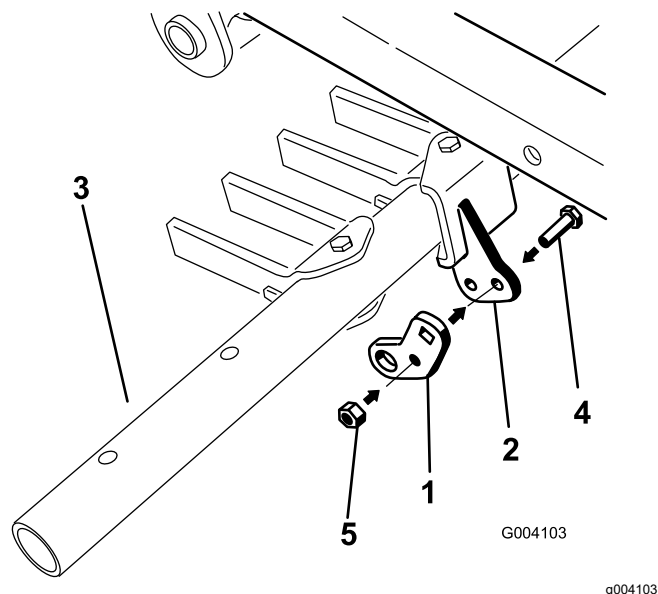

Figura 14
2. Instale provisionalmente la pestaña de pivote (usando el orificio central de ésta) en el soporte de pivote de la barra de herramientas usando un perno (5/16" x 1") y una contratuerca (5/16") (Figura 14).